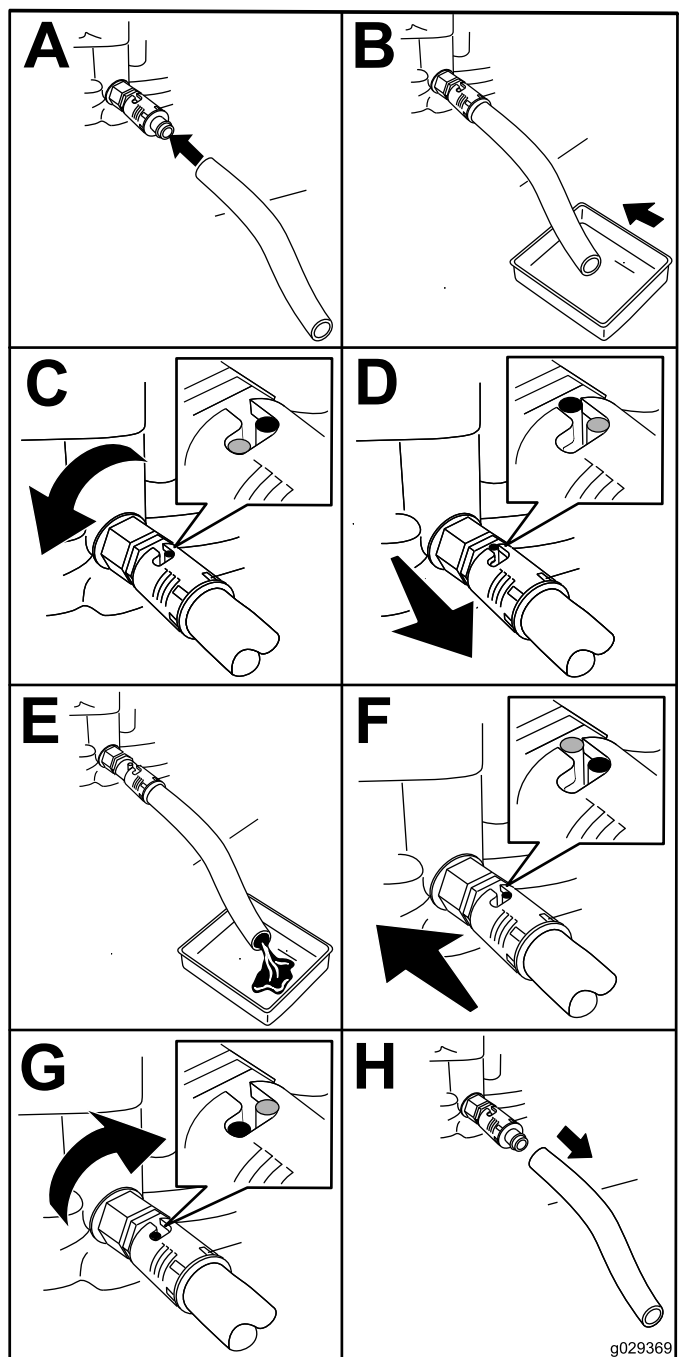

図 31
4. ドレンバルブに、ドレンホースを接続する 図 31。
5. ホースの出口側を、廃油受け容器に入れる 図 31。
6. ドレンバルブを左に 1/4 回転させてオイルを排出する 図 31。
7. オイルが完全に抜けたら、ドレンバルブを右に 1/4 回転させて閉じる 図 31。